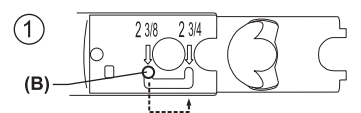

**Fig. 2**
② Referring to figure 2 at top: If you received latch option #1, #2 or #3, proceed to step ③.
② En référence au figure 2 en haut: Si vous avez reçu verrou option #1, #2, ou # 3), procédez à l'étape ③.